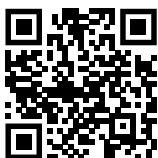

Fig. 121
- ▶ Откройте Liebherr SmartMonitoring Dashboard. (см. Fig. 121)